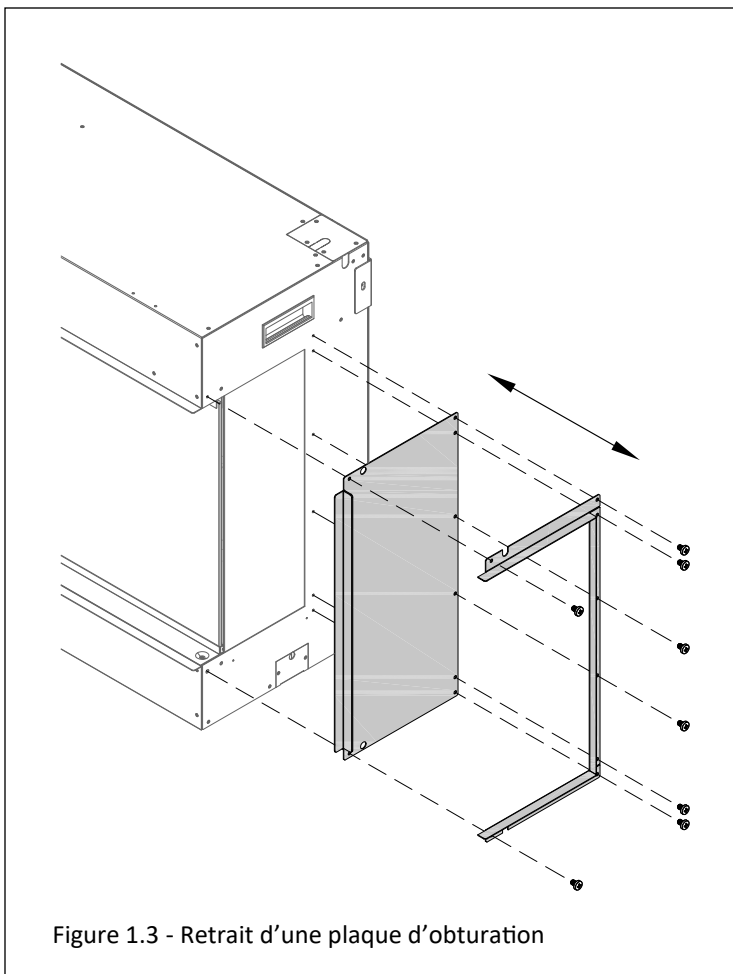

Figure 1.3 - Retrait d'une plaque d'obturation
2. Retirez et jetez la bordure de finition. La bordure de finition en forme de «C» que vous jetez (fournie avec cet appareil) sert à installer le foyer en coin ou avec façade à 3 côtés. Réinstallez la plaque d'obturation et les vis. Répétez cette étape de l'autre côté de l'appareil. Les plaques d'obturation sont munies de rebords permettant à l'encadrement d'affleurer à la face avant de l'appareil et d'aboutir (appuyer) les matériaux de finition aux rebords de 1/2 po (voir Figure 1.3).